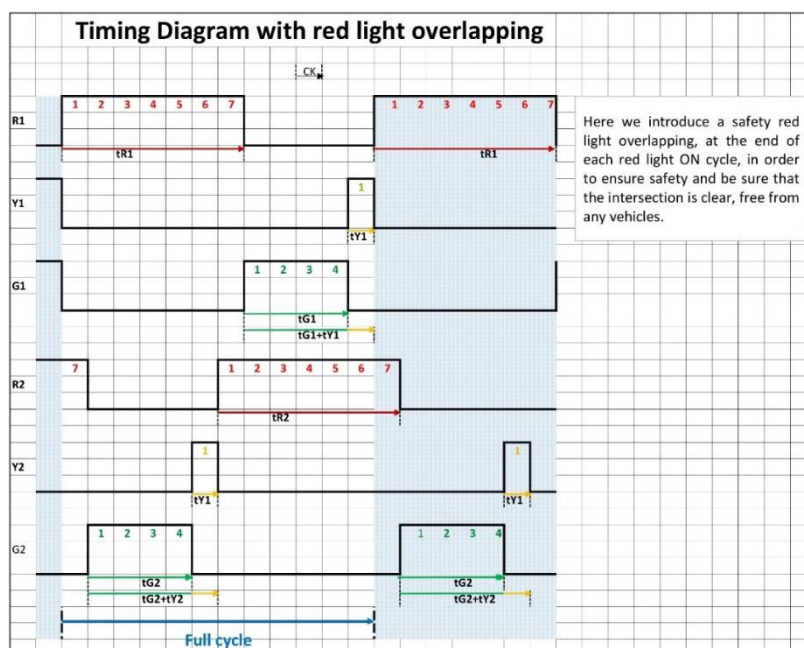

Figura 2
- Rosso: 7 sec. (il tempo del segnale rosso deve essere uguale alla somma del verde e del giallo del semaforo opposto più il tempo di sovrapposizione che abbiamo assunto in 1 sec per lato). Fare riferimento alla **Figura 2**